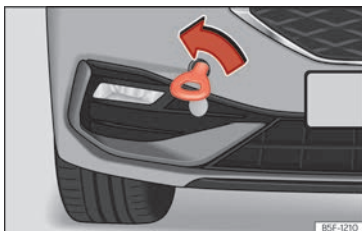

Abb. 223 Vorderer Stoßfänger rechts: eingeschraubte Abschleppöse
3. Drehen Sie die Abschleppöse **entgegen dem Uhrzeigersinn** so fest wie möglich in die Aufnahme »» (Abb. 223), »» ①. Verwenden Sie ein geeignetes Hilfsmittel, um die Abschleppöse festzuziehen.